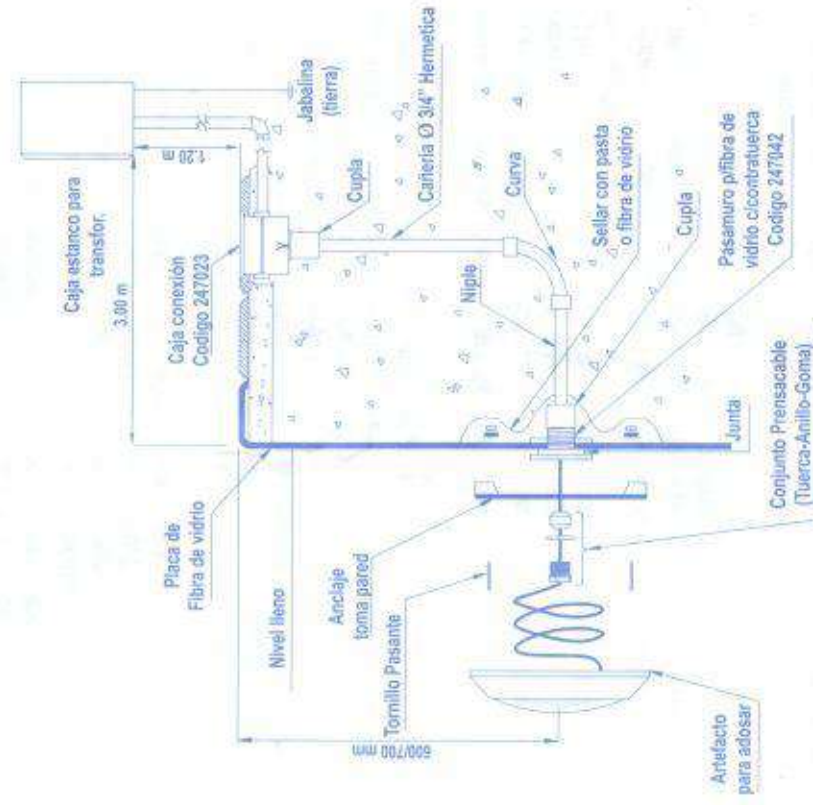

Fig. 3 - Instalación Fibra de vidrio
- La placa toma pared se sujetará con tornillería pasante c/tuerca de bronce o de acero inoxidable. (ver Fig. 3)